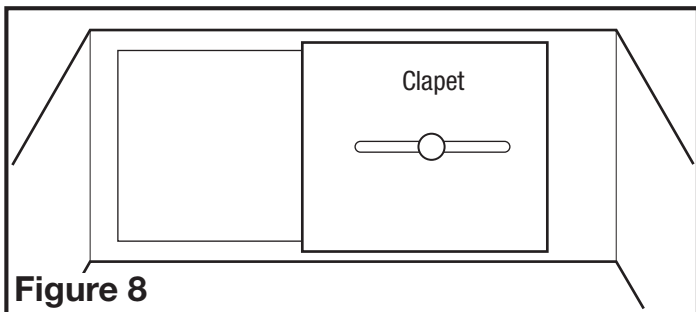

Figure 8
- Kits d'alignement de 4 po :** Localisez l'amortisseur à l'intérieur du boîtier d'entrée et faites-le glisser pour couvrir ou découvrir autant de l'ouverture que nécessaire à l'équilibre du système (Figure 8).